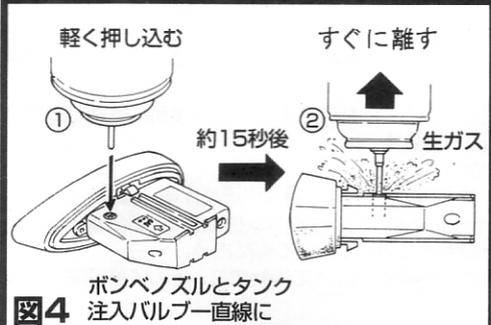
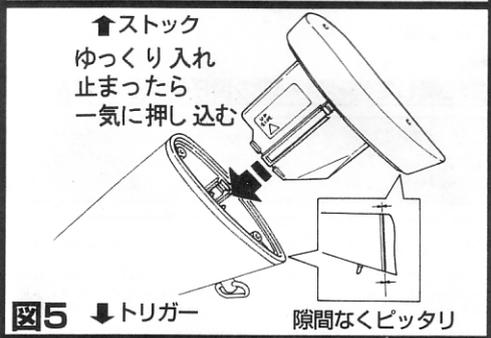

図4
図5
### ②デタッチャブルガスタンクへのガス注入 ⇒図4参照
①タンクの注入バルブ側を上(水平)にして、ポンベのノズルが注入バルブと一直線になるようにして差し込み、軽く押し込んでください。
②約15秒後注入音が変わり、タンクバルブ周りから生ガス(いわゆる液状ガス)が噴き出したら注入完了です。ポンベをすぐに離してください。
### ③デタッチャブルガスタンクの付け方 ⇒図5参照